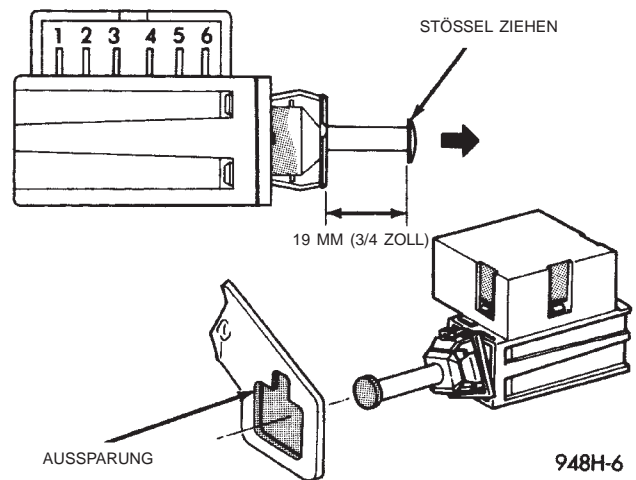

Abb. 7 Verdrahtung des Bremslichtschalters
(1) Bremslichtschalter wie in diesem Kapitel beschrieben ausbauen und den Steckverbinder vom Bremslichtschalter abziehen (Abb. 7). Mit einem Ohmmeter Durchgang im Schalter folgendermaßen prüfen: